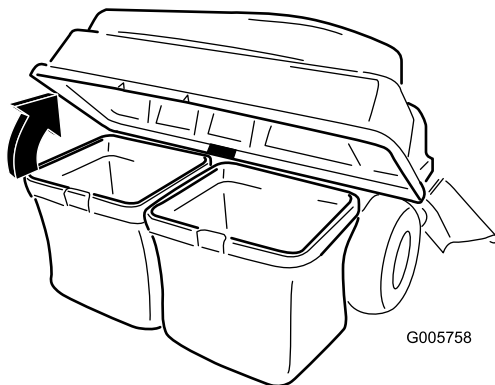

Figure 26
3. Ouvrez (soulevez) le couvercle du collecteur (Figure 26).